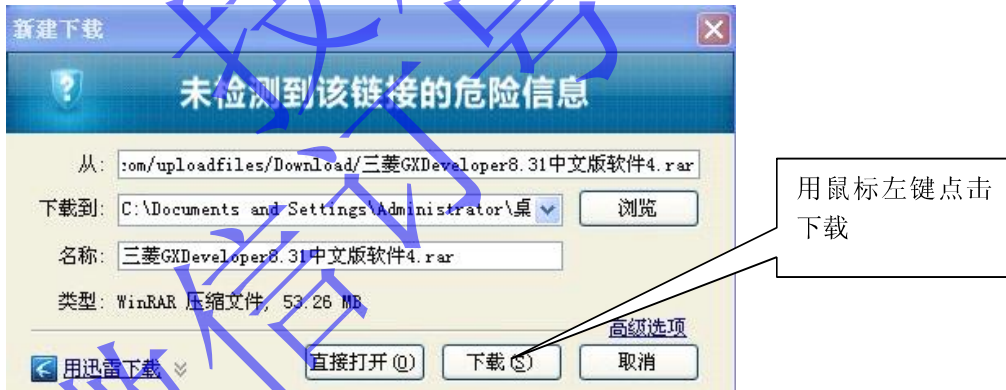

图 3-5 下载软件
* 点击“浏览文件夹”找到“桌面”图标用鼠标左键点击再用鼠标左键点击“确定”到图 3-5